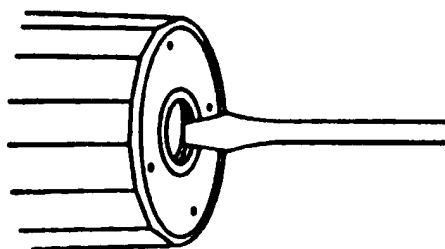

Рис. 3
- Осторожно отвернуть винт для удаления воздуха (рис. 3),